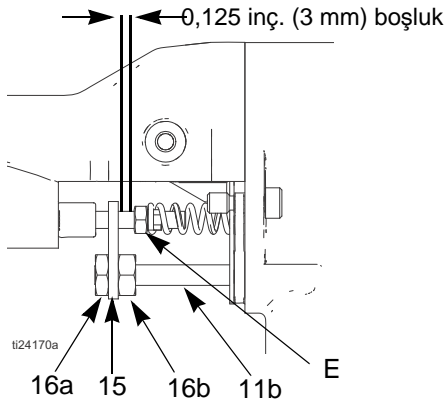

FIG. 23. Aktüatör Kolu Ayarı
2. Hava başlığını sökün, sayfa 28. Tabanca tabakasını (26) sökün.
3. Sıkıřtırma somunu (16), aktüatör kolu (15) ve ayarlama somununu (16) sökün. Bkz. FIGURE 23.
**NOT:** sıkıřtırma somunu ve aktüatör kolu sökölürken veya takılırken akıřkan nozulu (4) yerinde olmalıdır.
4. Akıřkan nozulu (4) ve elektrodu (3) çıkartın. Bkz. sayfa 29.
5. Çok işlevli aleti (48) kullanarak keçe çubuęunu (2) sökün.
3. Sıkıştırma somunu (16), aktüatör kolu (15) ve ayarlama somununu (16) sökün. Bkz. FIGURE 23.
**NOT:** sıkıştırma somunu ve aktüatör kolu sökülürken veya takılırken akışkan nozulu (4) yerinde olmalıdır.
4. Piston başlığı (13) tabancanın arkasından sökün.
5. Pistonu tabancanın arkasından dışarı itirmek için piston çubuğunu (11) ittirin.
Bkz. FIGURE 23.
4. Ayarlama somunları (16a) ve aktüatör kolunu (15) sökün. Bkz. FIGURE 23.